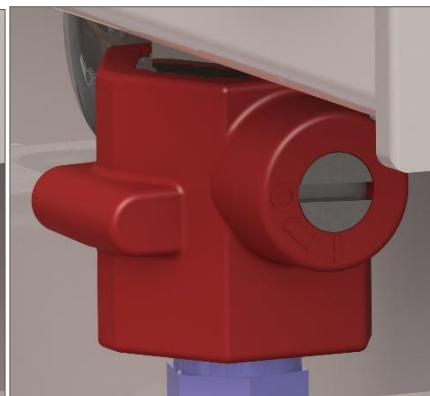

Figure 6.4.2: robinet à boisseau sphérique **fermé**
7. Après la vidange, fermez le robinet à boisseau sphérique (figure 6.4.2).